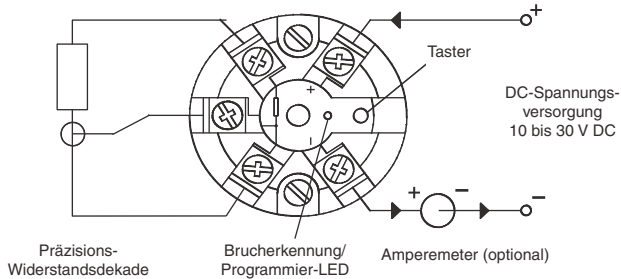

Abbildung 3 Konfigurationsschaltplan
- Schließen Sie wie in Abbildung 3 gezeigt die Widerstandsdekade an den Eingang des TX12 an (3-Leiteranschluss). Verbinden Sie den Ausgang des TX12 mit einer DC-Spannungsversorgung und achten Sie dabei auf die richtige Polarität. Schalten Sie die Spannungsversorgung ein und warten Sie eine Minute, bis das Gerät aufgewärmt ist.
- Verbinden Sie den Ausgang des Transmitters wie in Abbildung 3 gezeigt mit einer DC-Spannungsquelle und beachten Sie dabei die Polarität. Bei diesem Menü ist es unerheblich, ob der Eingangsstromkreis offen oder geschlossen ist. Schalten Sie die Spannungsversorgung ein.
- Schließen Sie wie in Abbildung 3 gezeigt den Temperaturfühler bzw. die Widerstandsdekade über eine 3-Leiterkonfiguration am Eingang des TX12 an. Verbinden Sie den Ausgang des TX12 mit einer DC-Spannungsquelle und beachten Sie dabei die Polarität. Schleifen Sie ferner das Amperemeter in den Ausgangsstromkreis ein. Schalten Sie die Spannungsversorgung ein und warten Sie eine Minute, bis das Gerät aufgewärmt ist.